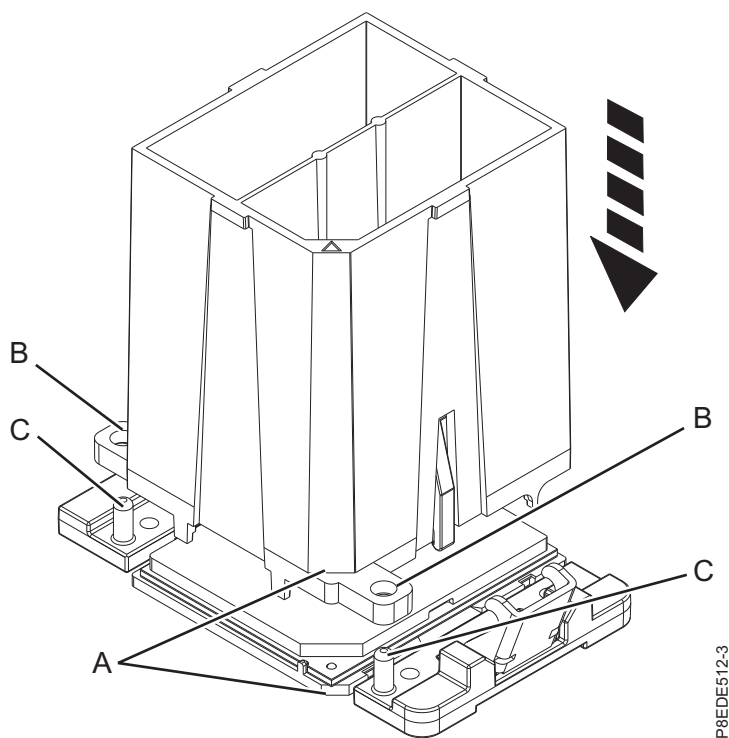

Figura 5. Abaixando a ferramenta de remoção no módulo de processador do sistema
- a. Usando a ferramenta de remoção fornecida, alinhe a aresta biselada (**A**) da ferramenta sobre a aresta biselada do módulo do processador do sistema, conforme mostrado na Figura 5 na página 8.